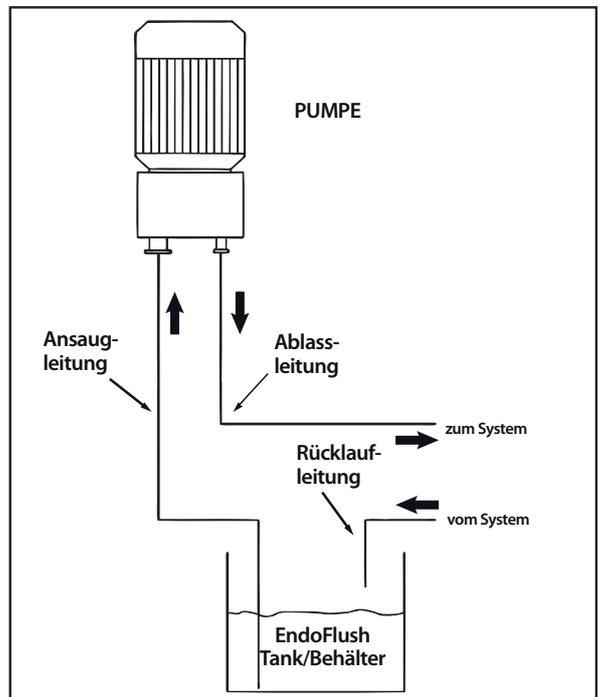

BILD 1. PUMPENANORDNUNG
1. Pumpe und Tank mit der Kondensatorrohrschlange (als Beispiel) wie in Bild 1 dargestellt verbinden. Wenn eine herkömmliche Schlauchleitung verwendet wird, sicherstellen, dass alle Schraderventile von den Enden entfernt sind.